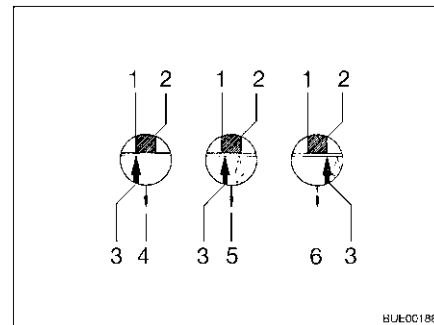

Bild 185 Reibebeläge
- Wenn der Pfeil an der Druckscheibe (Bild 185,3) vor oder an der Markierungsfläche (Bild 185,1) steht, sind die Reibebeläge noch im Neuzustand (Bild 185,4).
- Wenn der Pfeil an der Druckscheibe innerhalb der Markierungsfläche (Bild 185,1 bis 2) steht, sind die Reibebeläge leicht abgenutzt (Bild 185,5).
- Wenn der Pfeil an der Druckscheibe am Ende der Markierungsfläche (Bild 185,2) steht oder sie überschreitet, sind die Reibebeläge abgenutzt (Bild 185,6).